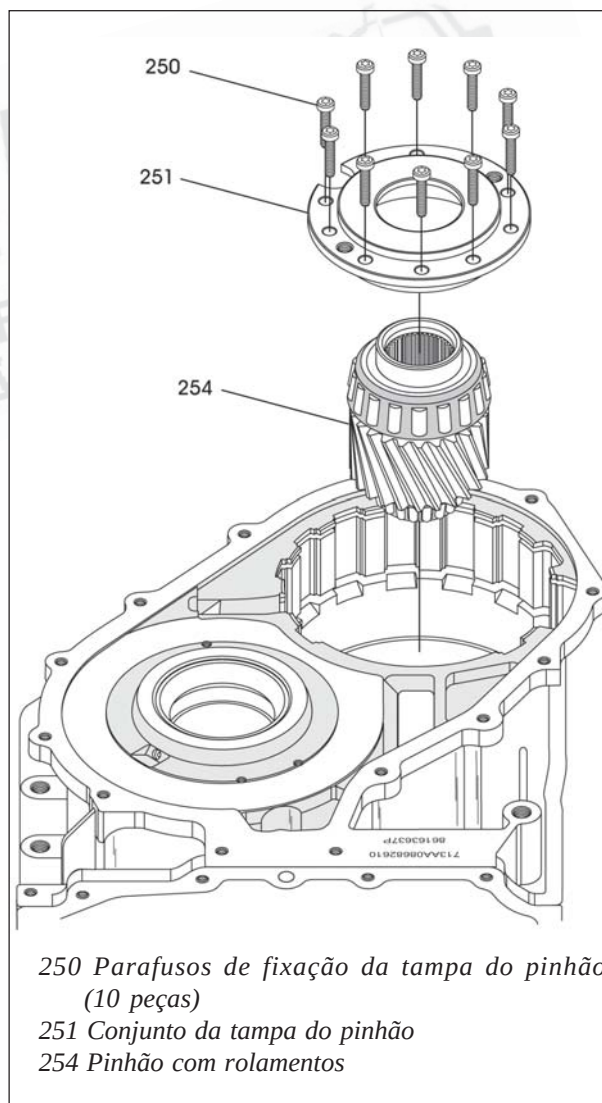

Figura 106
37. Podemos agora instalar novamente o conjunto do pinhão, tampa do pinhão e os parafusos de fixação, conforme indica a figura 106.